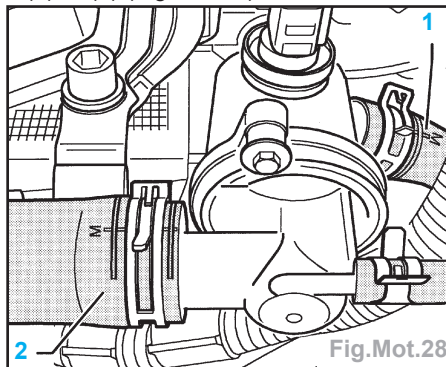

Fig.Mot.28
- Déclipser la barrette de fiches (4) (flèches) et enlever la faisceau de câbles des fixations.
- Déposer les durits d'aération (1) et (8).
- Déposer la durit d'aspiration (5).
- Désolidariser du boîtier du thermostat les durits de liquide de refroidissement (1) et (2) (Fig.Mot.28).